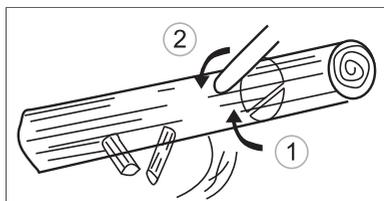

Рис. 21
2. В случае, когда ствол лежит на опоре одним концом, сначала выполните срез снизу до 1/3 диаметра ствола во избежание раскалывания. Затем закончите срез сверху так, чтобы он совпал с первым срезом, избегая заклинивания (рис. 21).